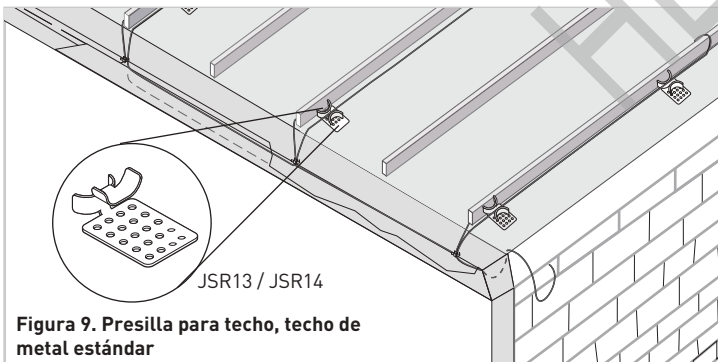

Figura 9. Presilla para techo, techo de metal estándar
- Las presillas para techo pueden sujetarse a techos de tejas o tejas de madera con clavos o tornillos como se muestra en la Figura 7. Las presillas para techo pueden sujetarse a un techo de metal usando un tornillo, clavo o adhesivo como se muestra en la Figura 9. (Consulte las instrucciones de instalación para obtener más detalles). Vuelva a sellar los orificios del clavo o tornillos, si es necesario, antes de instalar el cable calefactor en las presillas.